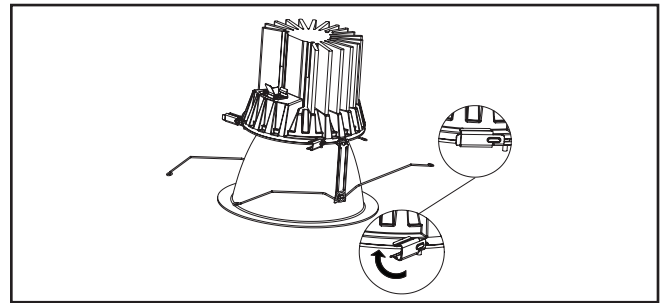

Figura 11.
4. Gire los tres (3) clips laterales para sujetar de manera segura el conjunto del borde al motor del LED. (Figura 11).